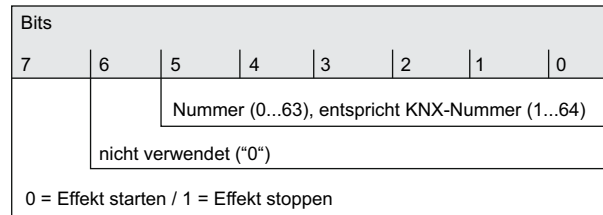

Bild 54: Struktur des Objektwerts für die Effekt-Nebenstelle
Der Aufbau des Telegrammwerts für die Effekt-Nebenstelle orientiert sich am KNX DPT 18.001, der auch bei der Szenen-Nebenstelle verwendet wird (Bild 54).
- ⓘ Es ist zu beachten, dass der Objektwert des Nebenstelleneingangs gemäß KNX DPT 18.001 stets um "1" geringer ist, als die parametrisierte KNX-Nummer (Bild 54).